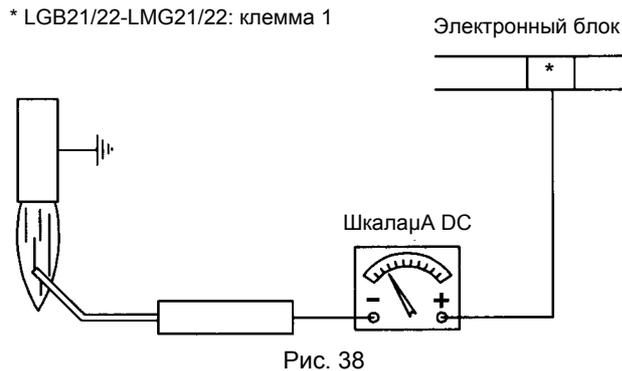

Рис. 38
- В случае сомнения, проверить контур контроля пламени после повторного запуска горелки, согласно схеме на Рис. 38.
Для измерения сигнала контроля пламени следовать схеме на Рис. 38.